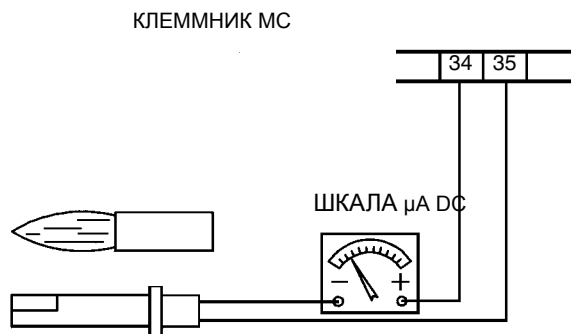

Рис. 25
- Проверить запальные электроды и соответствующие керамические изоляторы, почистить, при необходимости подрегулировать или же заменить их Рис. 24-Рис. 25;
В целях обеспечения хорошего процесса горения, необходимо, чтобы были выдержаны размеры, указанные в Рис. 25. Перед тем, как вновь устанавливать головку сгорания на место, необходимо убедиться в том, что стопорный винт группы электродов хорошо затянут.
- 5) вынуть электрод и заменить его, выдерживая размеры, указанные на Рис. 25-Рис. 25.